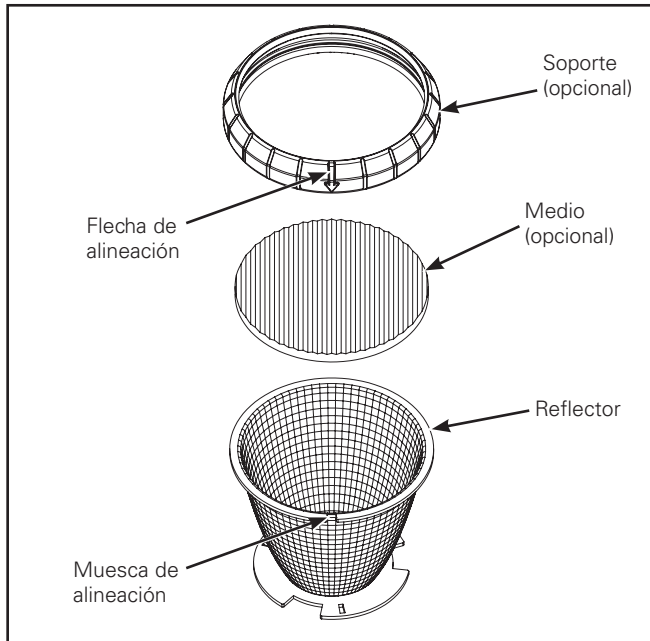
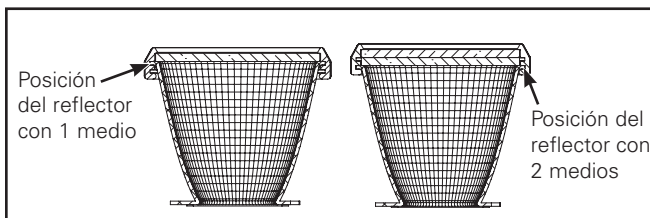

Figura 5.
Figura 6. y 7.
1. Retire la óptica del embalaje protector y quite el anillo de soporte de sujeción de goma (opcional) para instalar cualquier medio opcional (Figura 5). Para volver a unir el soporte al reflector, comience con la flecha de alineación en la muesca de alineación y trabaje alrededor de la brida. Para 1 pieza de medio (opcional), coloque el reflector en la posición superior (Figuras 6 y 7) y para 2 piezas de medios (opcional), coloque el reflector en la posición inferior (Figura 6 y 7).